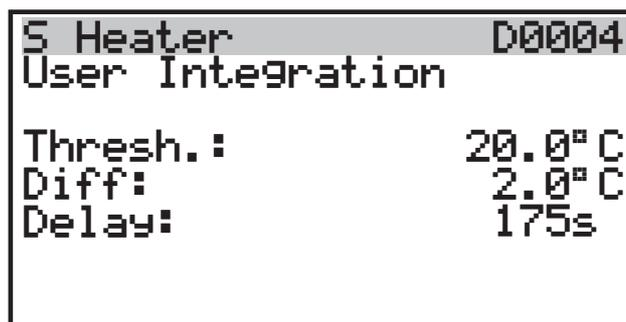

Figura 5.9
- Con i tasti 4 o 6 scorrere i menù fino al parametro "D0004" (Integration) (Figura 5.9).